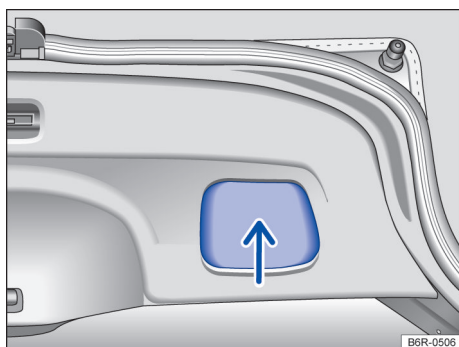

Fig. 55 Tampa traseira aberta: rebaixo para puxar.
- Puxar a tampa traseira pelo rebaixo no revestimento interno → Fig. 55 com impulso para baixo, de modo que se encaixe na fechadura → ⚠️.